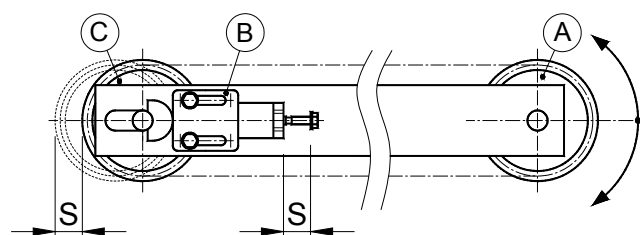

fig 2
Mise en place du tendeur en position rigide sur l'installation en utilisant des vis M8 et les œillets présents sur le corps (2). Le tendeur doit être placé afin de pouvoir utiliser également la course des œillets pour une récupération « manuelle » ultérieure de la longueur de la chaîne (voir fig. 2).